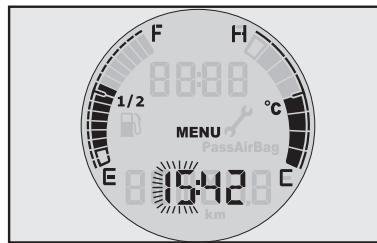

fig. 47
- Pressionar **MODE** para permitir o ajuste (a hora ou os minutos lampejam fig. 47).